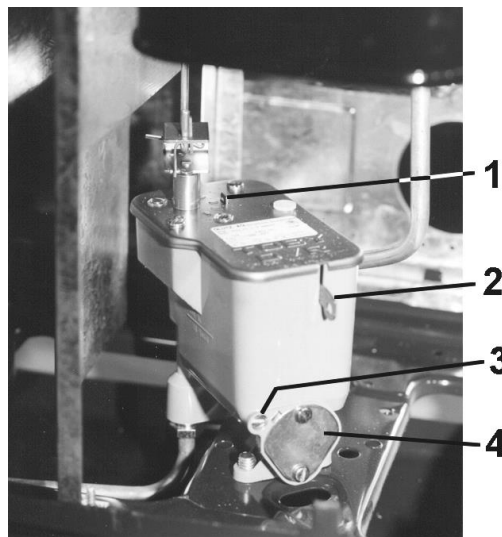

Abbildung 20: Ölregler
Wichtig: Vor der ersten Inbetriebnahme Ihres Gerätes müssen Sie den **Sicherheitshebel** (Reglerfalle) des Ölreglers (Fabrikat: TOBY DVR, siehe Abbildung 20) **anheben**, danach fällt dieser Hebel von selbst wieder hinunter. Dadurch wird die Ölzufuhr vom Öltank bzw. von der zentralen Ölversorgung zum Ölregler freigegeben.
1. Filterdeckel am Ölregler (2 Schrauben) und Filterdichtung abnehmen und Öl auffangen (Abbildung 20).
In seltenen Fällen kann es passieren, daß der Dosierstab im Ölregler verschmutzt, dadurch kann der Öldurchfluß behindert oder sogar völlig unterbunden werden. Dies können Sie eventuell folgendermaßen beheben: Leistungsregler auf höchste Stellung „6“ stellen und den Betätigungsstift am Ölreglerdeckel (siehe Abbildung 20) kräftig antippen. Danach Leistungsregler wieder auf „0“ drehen.
Eventuell müssen Sie den Sicherheitshebel (Reglerfalle) des Ölreglers (siehe Abbildung 20) nach oben drücken, um den Ölzufluß zum Regler freizugeben (siehe Kapitel 11.3.).